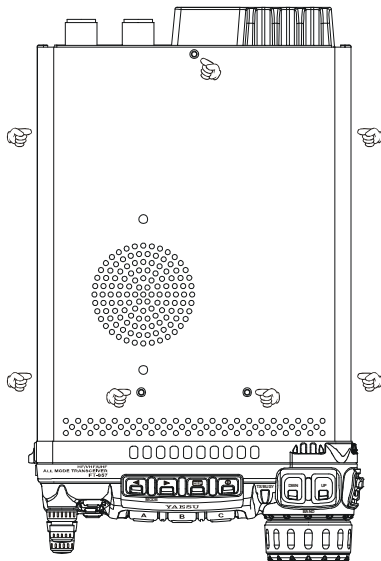

Figura 1
2. Tomando la Figura 1 como referencia, retire los siete tornillos que sujetan la cubierta superior del transceptor y proceda a desconectar a continuación el conector del parlante de la Unidad PRINCIPAL del radio.